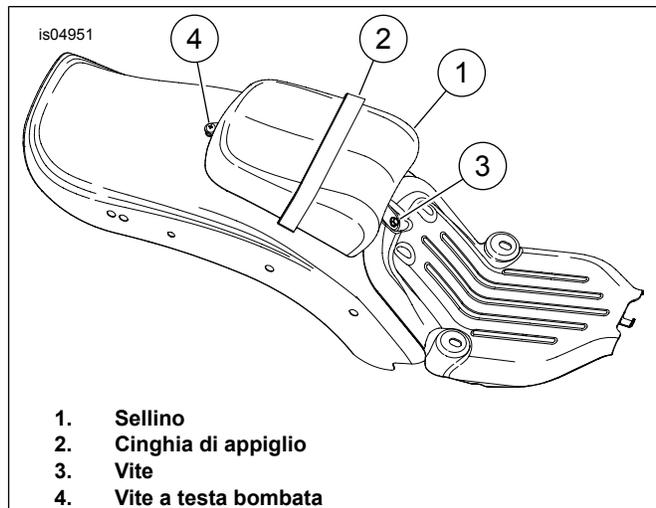

Figura 4. Installazione del sellino del passeggero
6. Vedere Figura 4. Installare nella posizione mostrata la vite a testa cilindrica (3) presa dal kit per fissare la parte anteriore del sellino.
7. Installare come mostrato la vite (4) presa dal kit nel dado di fissaggio posteriore per fissare la parte posteriore del sellino.